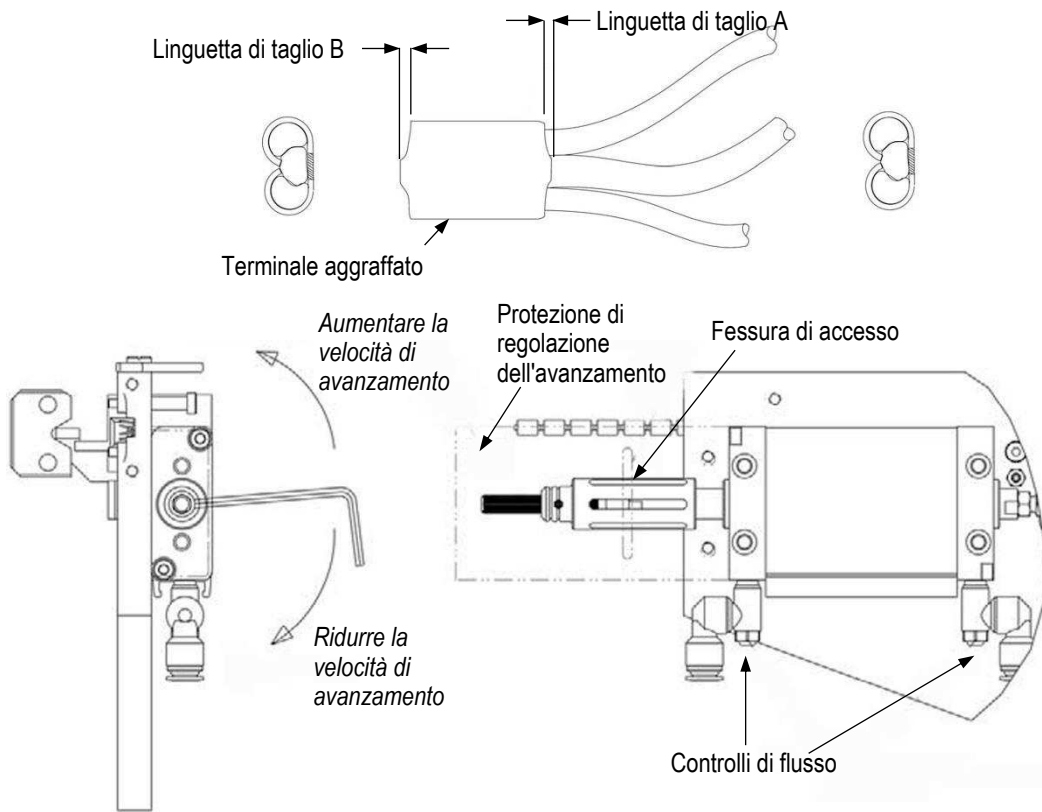

Figura 20
2. Inserire una chiave esagonale di 3 mm o un cacciavite di dimensioni simili nella fessura di accesso nella protezione di alimentazione posteriore e in una fessura della rotella di regolazione (vedere Figura 20).
3. Ruotare la rotella di regolazione nella direzione desiderata per aumentare o ridurre la distanza di avanzamento (vedere Figura 20).